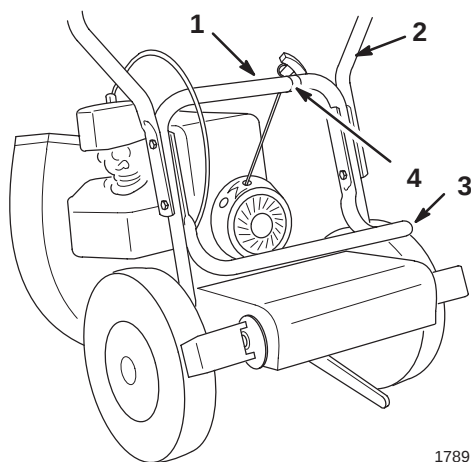

Bild 2
1. Bringen Sie das obere Griffteil mit vier Innensechskantschrauben und Sicherungsmuttern am Untergerüst an (Bild 2).
2. Befestigen Sie die Sackstütze beim Anbringen des Griffoberteils an der Innenseite des Untergestänges (Bild 2).